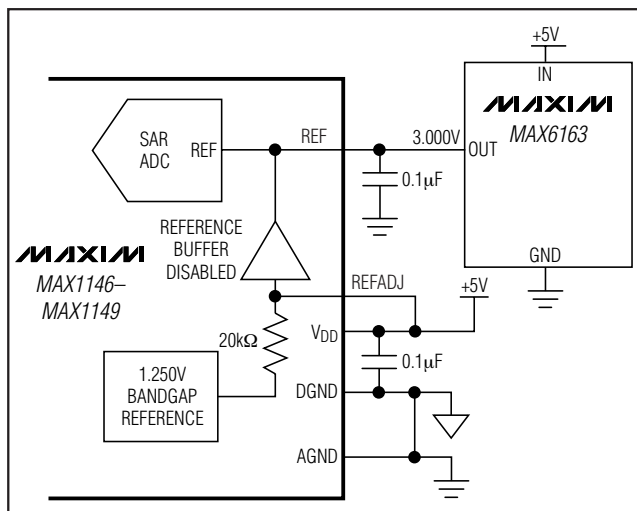

图 12. 外部基准连至 REF
- 1) 将 REFADJ 连接至 V_{DD} ，禁止内部基准缓冲，REF 接外部基准 (图 12)。